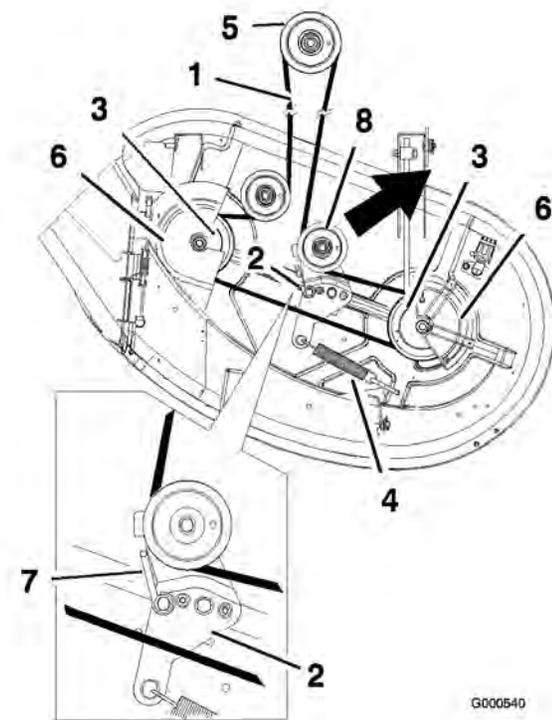

Figure 49
4. Déposez les couvercles de courroie en passant par-dessus les axes extérieurs et desserrez le guide-courroie (Figure 49).
5. Tirez la poulie de tension dans la direction indiquée (Figure 49) et retirez la courroie des poulies.
6. Acheminez la courroie neuve autour des poulies du moteur et du plateau de coupe (Figure 49).
7. Tirez la poulie de tension dans la direction indiquée à la Figure 49 et acheminez la courroie autour de la poulie de tension (Figure 49).
8. Tournez le guide-courroie vers la poulie jusqu'à ce qu'il bute contre le bras de la poulie de tension (Figure 49).
9. Serrez le boulon du guide-courroie (Figure 49).